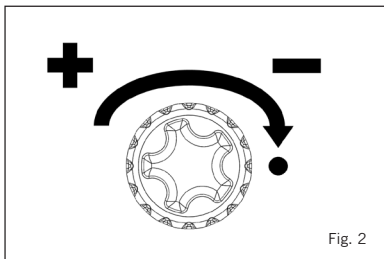

Fig. 2
- Drej kontrolknappen på Power Pak mod uret for at øge gastilførslen (fig. 2).